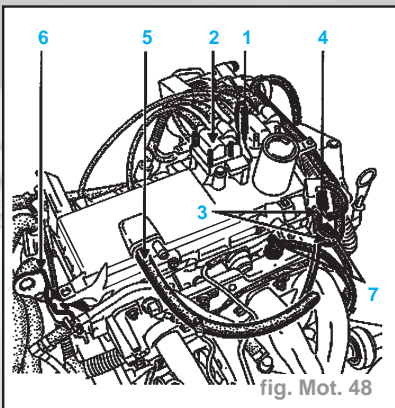

fig. Mot. 48
- le connecteur des bobines d'allumage ainsi que le connecteur (1) (fig. Mot. 48)